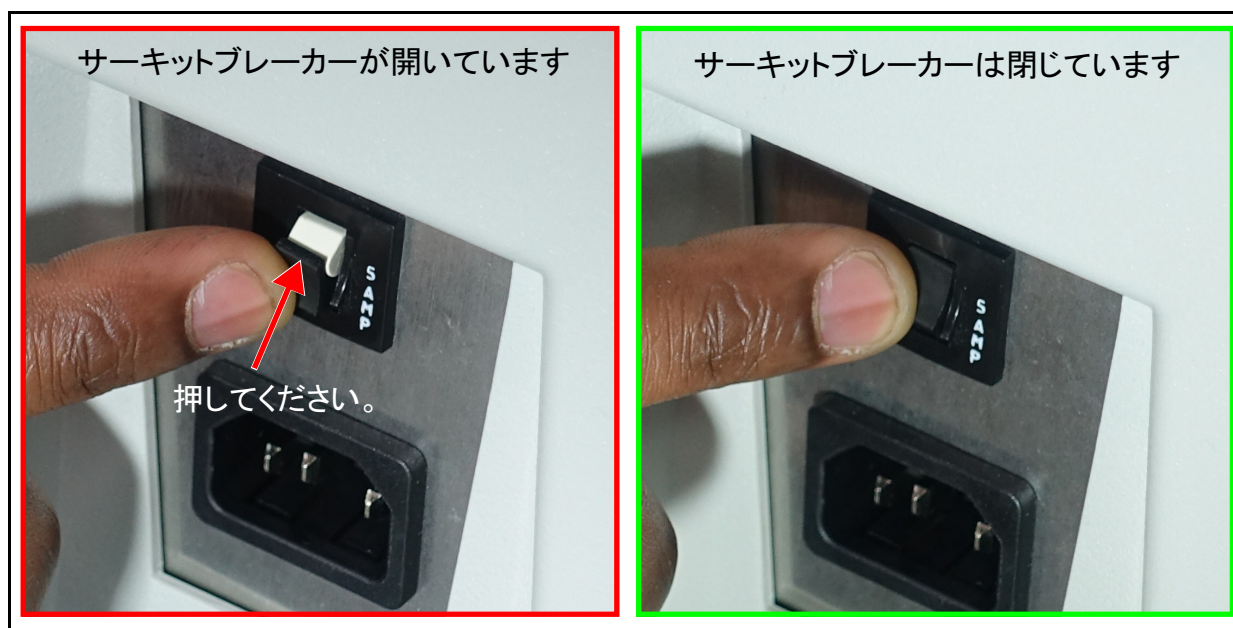

図 4-22: サーキットブレーカーを閉じる
2. 電源コードを抜き、サーキットブレーカーを本機の方に押しつけて閉じます (図 4-22)。